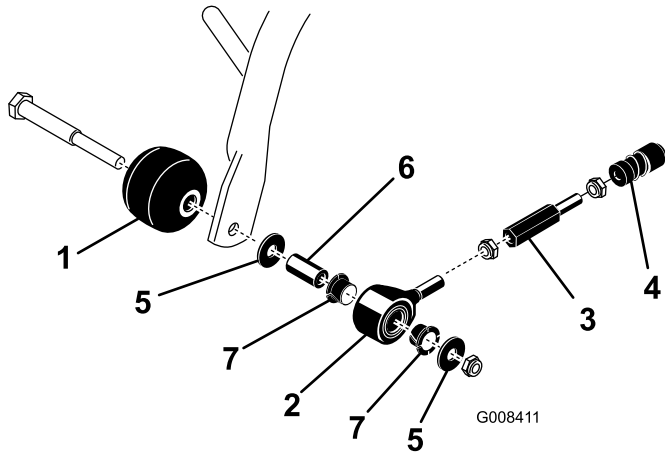

図 9
1. ローラ・シャフト・スペーサ、ワッシャ、ロックナットを使用して、芝削り防止ローラとプル・リンク・アセンブリを各前キャリア・フレームの外側に取り付ける（図 9）。各パーツが図のとおり配置されていること、また、プル・リンクにナイロン製のブッシュがついていることを確認する。